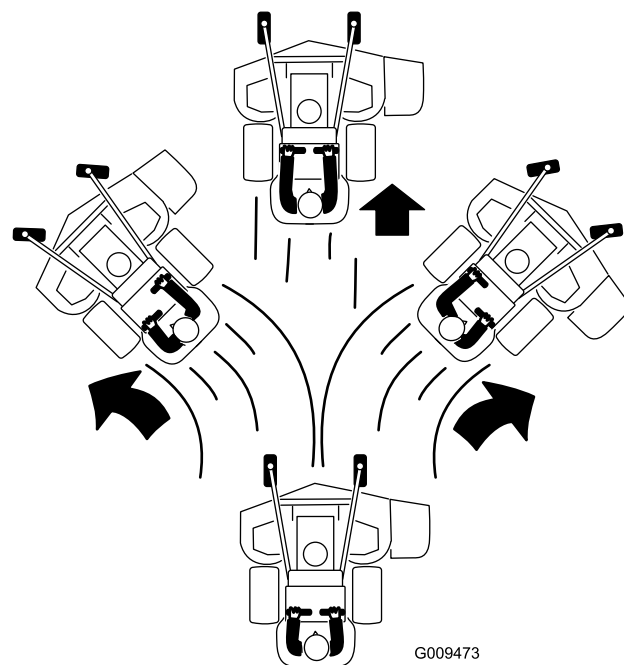

Figure 20
- Poussez les leviers de commande de déplacement lentement en avant (Figure 20).